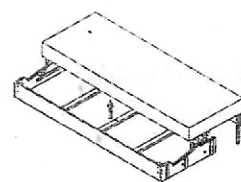

Рис. 1
- приподнять сиденье дивана раскладного в крайнее верхнее положение механизма трансформации, открыв тем самым доступ к емкости для постельных принадлежностей, и извлечь из основания подушки декоративные, комплект фурнитуры (Рис.1)